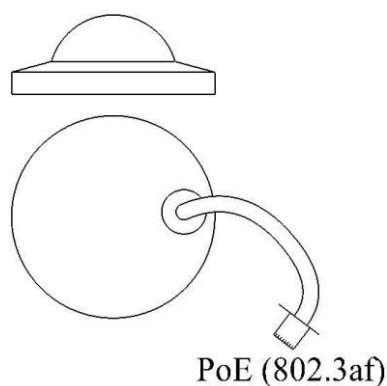

Рисунок 3 – Составные части видеокамеры
- снять защитный купол корпуса видеокамеры – рисунок 3;
- произвести подключение видеокамеры в соответствии с паспортом изделия СТВФ.426459.056ПС (рисунок 3);